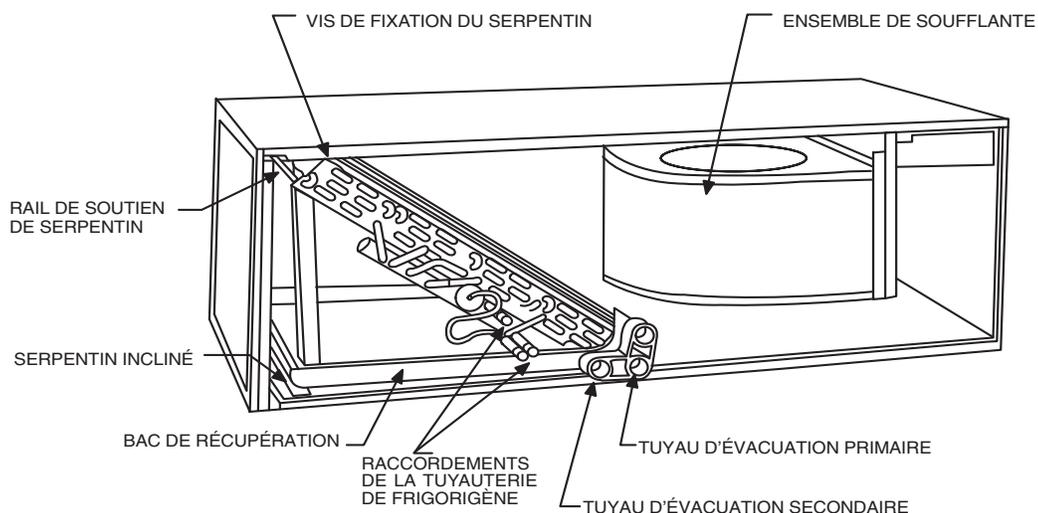

Fig. 6 - Serpentin incliné dans une application horizontale droite
1. Retirez les panneaux d'accès de la soufflante et du serpentin. (Consultez la figure 6.)
- a. Enlevez l'ensemble d'étanchéité à l'air du serpentin en retirant les quatre vis. (Consultez la figure 6.)
- b. Retirez le répartiteur d'air (B) de l'ensemble d'étanchéité du serpentin en retirant les trois vis. (Consultez l'ensemble d'usine en médaillon dans la figure 6.)
- c. Retirez la plaque de substitution (A) et installez le répartiteur d'air (B) à la place de la plaque de substitution.
- d. Installez la plaque de substitution (A) comme illustré pour l'application horizontale droite.
- e. Enlevez les goulottes à condensats (C) et installez-les sur les plaques tubulaires opposées.